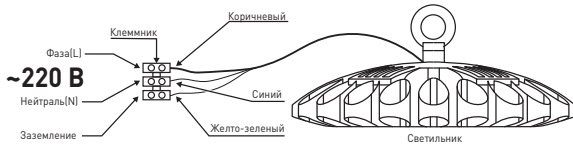

Рис.1. Схема подключения светильника к сети 220В.
3.3.2. Этот провод необходимо подключить к проводу источника питания с помощью клеммника в соответствии со схемой, изображенной на рис. 1;